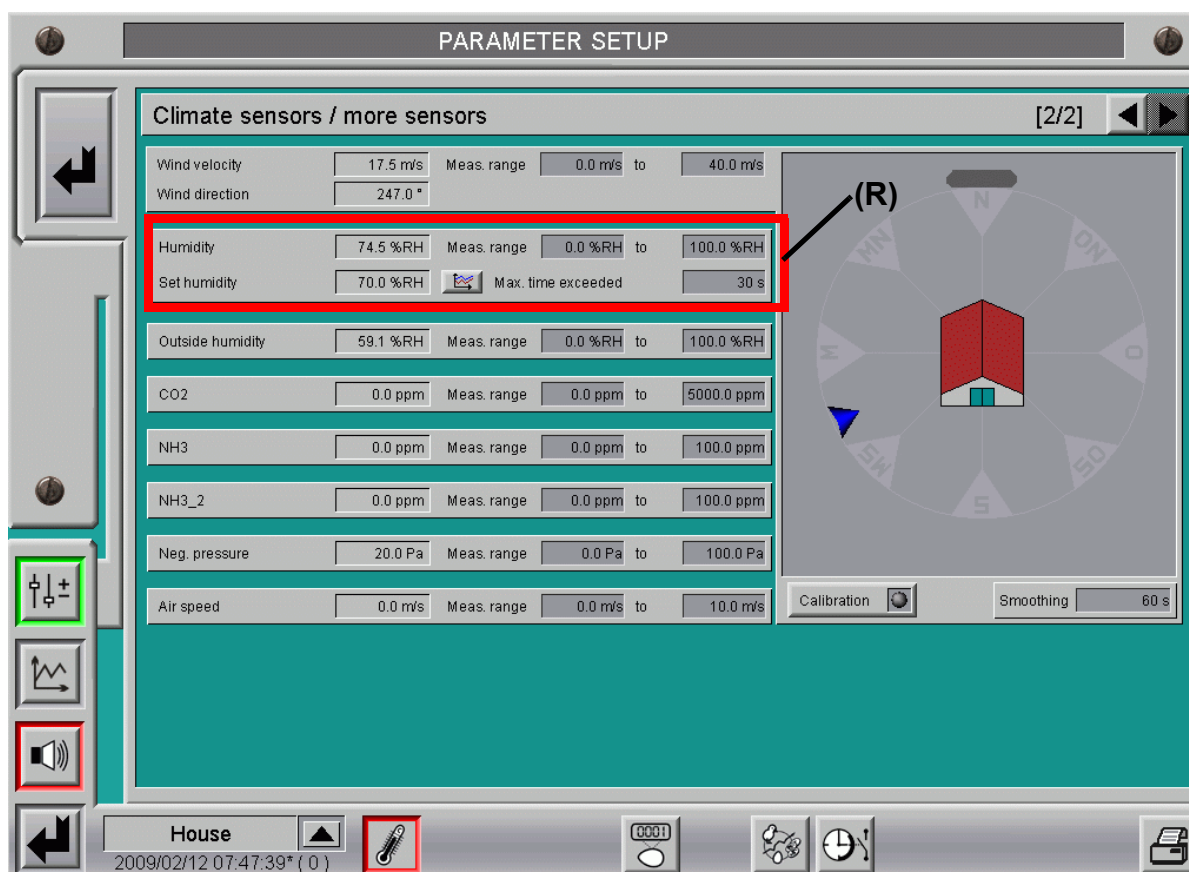

Figura 2-7: Setarea umidității aerului
Următoarele enunțuri din capitolele 2.2.2.1 până la 2.2.2.6 se referă toate la zona marcată cu roșu (R) în figura 2-7.